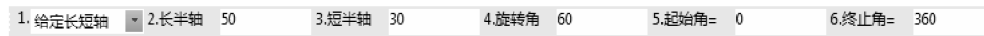

图 3-19 椭圆立即菜单 2
3) 绘制旋转的椭圆。单击椭圆按钮，在弹出的立即菜单中按照图 3-19 所示进行设置。